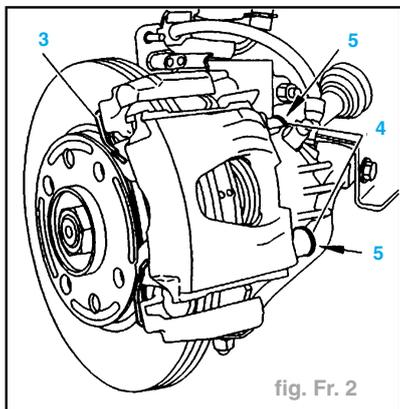

fig. Fr. 2
- le ressort antibruit (3) (fig. Fr. 2)
- les 2 capuchons (4)
- les 2 vis colonnette (5)